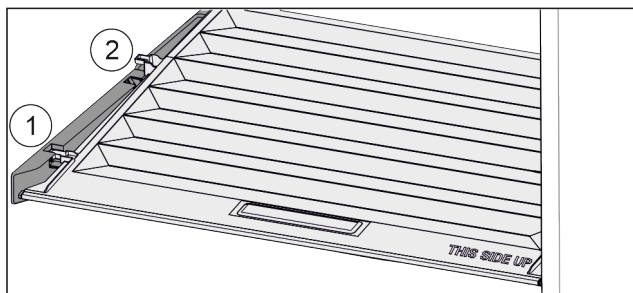

Fig. 71
- ▶ Pokrywę pociągnąć do przodu Fig. 71 (1), aż otworzy się w elementach trzymających.
- ▶ Podnieść tył od dołu i w wyjątk Fig. 71 (2) go do góry.